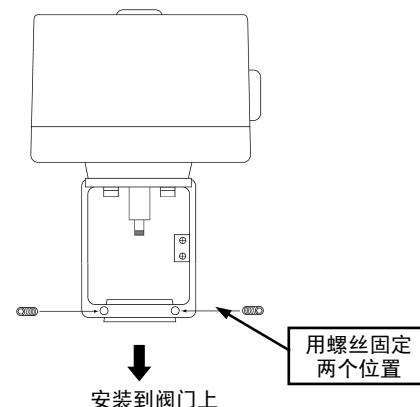

图 5
- (3) 将与执行器连为一体的连接支架组合到阀门上，然后，用六角扳手通过两颗六角头头部带孔螺丝(M8×25)来将其固定。(参照图5)